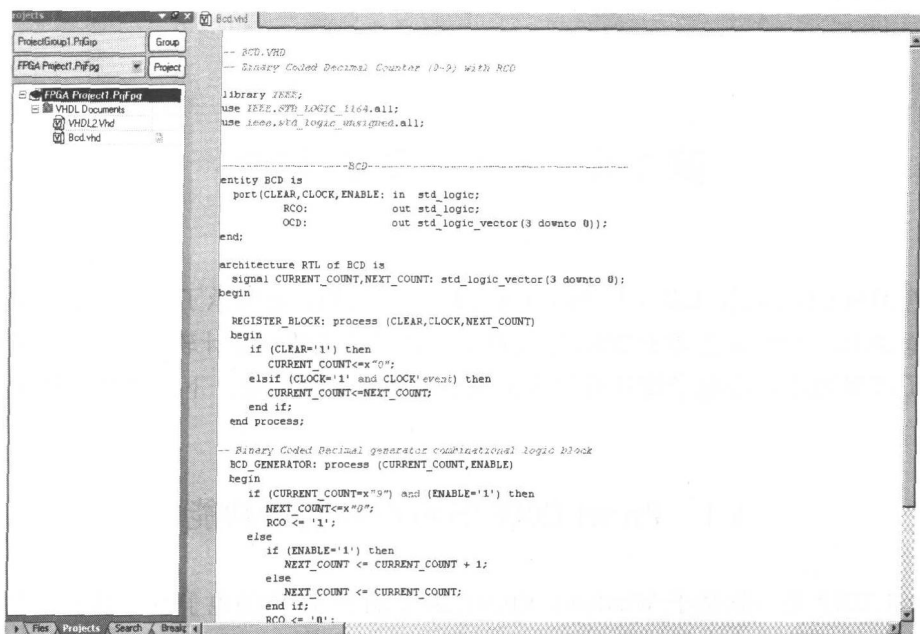

图 1-3 是一个用 VHDL 语言描述逻辑电路的实例
(3) 用 VHDL 语言描述逻辑电路。Protel DXP 的一个显著的特点是它能使用比较流行的 VHDL 语言描述逻辑电路。图 1-3 为一个用 VHDL 语言描述的逻辑电路。